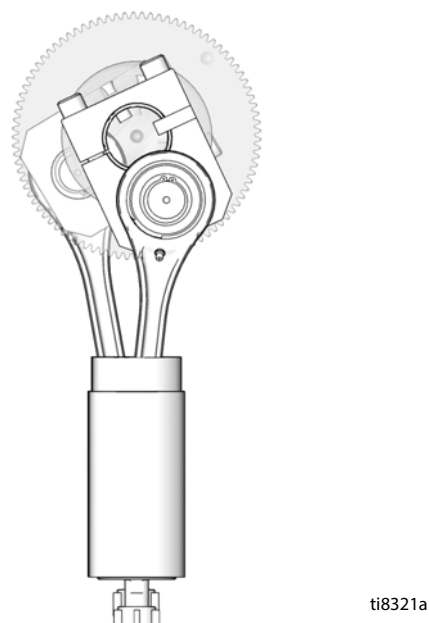

**Рис. 1. E-Flow Электрический циркуляционный насос**
Электрический двигатель (В) вращает входной вал шестеренчатого редуктора 75:1 (GR), который приводит в движение два жидкостных насоса (FP). См. Рис. 1. Предусмотрено смещение граничного положения хода двух насосов для получения постоянного потока жидкости из насоса в сборе. См. Рис. 2.